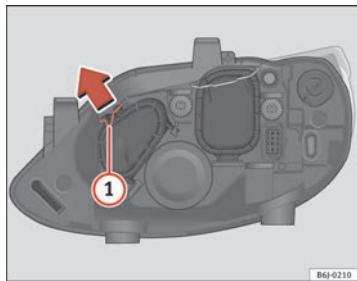

Fig. 139 Luz de carretera
- Desplace el tirante ① en el sentido de la flecha y saque la tapa ⇒ fig. 139.